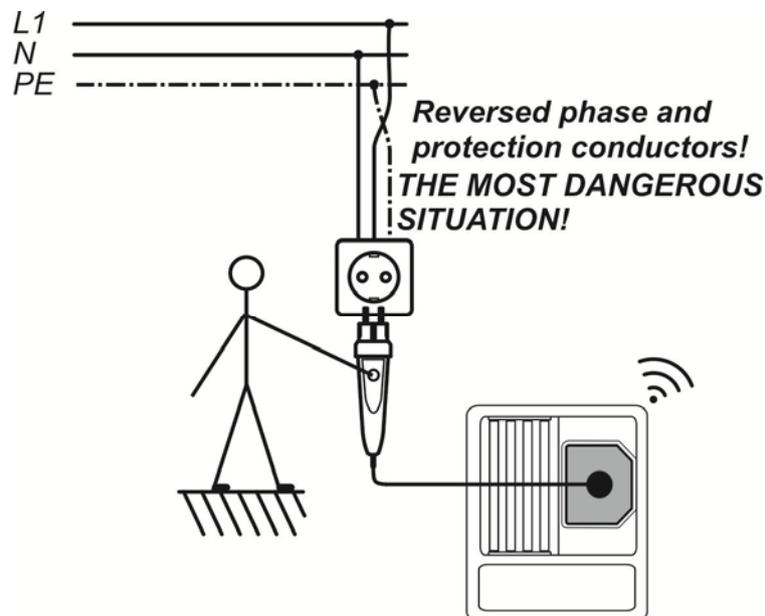

Abbildung D.4: Vertauschte Leiter L und PE (bei Verwendung des Commander-Prüfsteckers)
- ❑ **Schließen** Sie das Commander-Gerät an den Prüfling an (siehe Abbildung D.4).